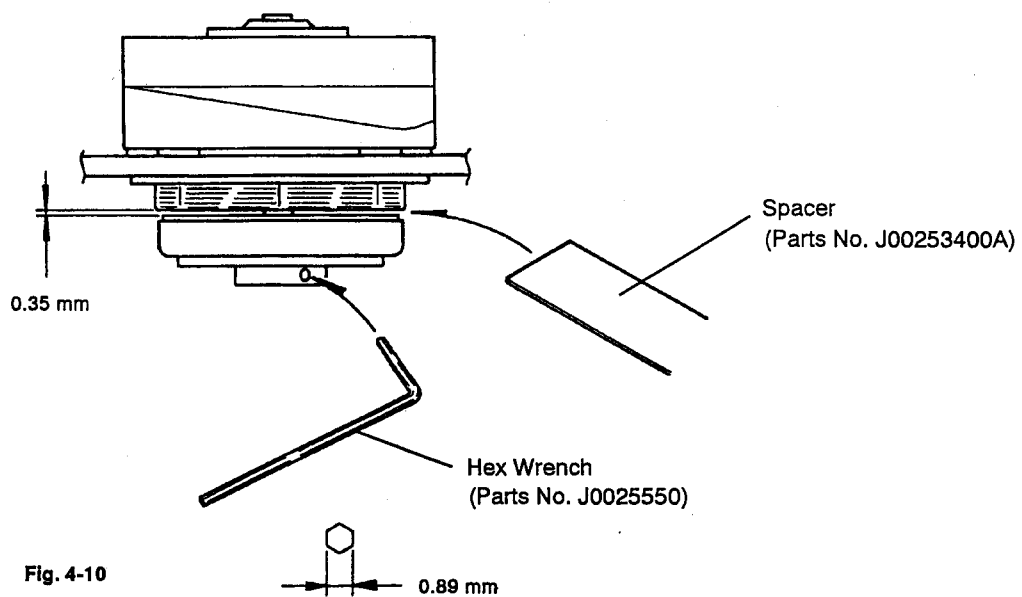

Fig. 4-10
- 1). Remove three screws ②②, and remove part ①⑨-1.
- 2). Dissolve the screw-locking compound at ⑥ with an appropriate solvent, then loosen screw ②① with a hexagonal wrench (Fig. 4-10) and remove part ①⑨-2.
- * When mounting part ①⑨-2, use a 0.35 mm thick spacer to allow the necessary clearance as shown in Fig. 4-10.
- 1). ②② ネジ 3 本を外し ①⑨-1 を外す。
- 2). ⑥ 部のネジロックをアルコールで溶かしてから、②① ネジをヘックス・レンチ (図 4-10) で緩めて ①⑨-2 を外す。
- * ①⑨-2 を取り付けるときは、図 4-10 のように厚さ 0.35mm のスペーサーを挿入して、隙間が 0.35mm になるように取り付けること。